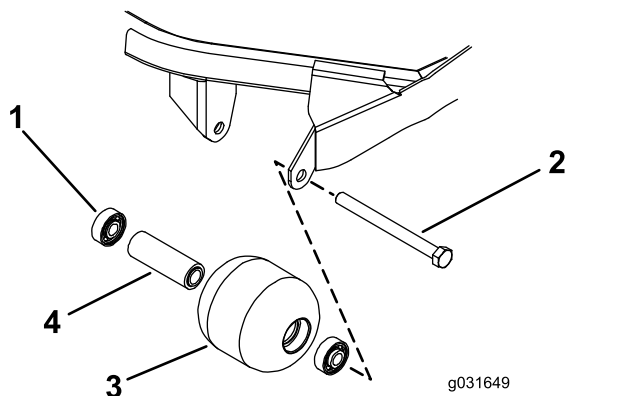

图 72
1. 卸下滚筒安装螺栓（图 72）。
4. 检查滚筒壳体、轴承以及轴承隔块是否受损（图 72）。
1. 仅按住外圈，或同时按住内、外圈，将第一个轴承按入滚筒壳体（图 72）。
2. 插入隔片（图 72）。
3. 仅按住外圈，或同时按住内、外圈，将第二个轴承按入滚筒壳体，直至其触及隔块（图 72）。